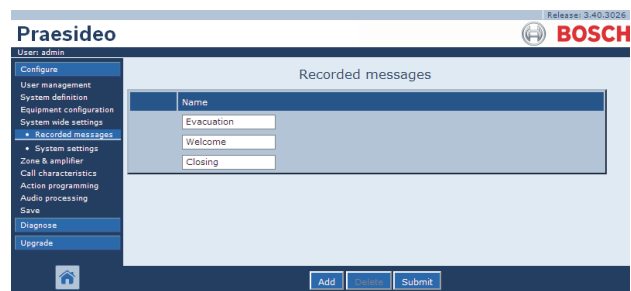

abbildung 45.8: Anmeldung von Durchsagen, Schritt 4
- 4 Klicken Sie auf die Schaltfläche *OK*, um die Löschung der Durchsage aus der Liste zu bestätigen. Im Hauptframe der webbasierten Benutzeroberfläche wird ein Bildschirm angezeigt, der dem in abbildung 45.8 gleicht.